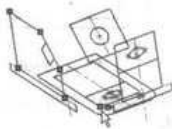
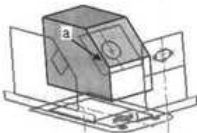

图 2-54 选取线段与点
图 2-55 拉伸特征
(12) 接着开始进行草图转换为实体的操作。按住<Ctrl>键选取如图 2-54 所示的线段和点，这里封闭的线段表示拉伸的实体面，而点表示拉伸的基点。单击 2D 到 3D 工具栏中的  (拉伸) 工具，显示“拉伸”属性管理器，单击  (深度) 按钮后，移动鼠标指针到图形区域单击如图 2-54 所示的线 a 表示拉伸的深度，单击  (确定) 按钮，完成拉伸特征的绘制，如图 2-55 所示。